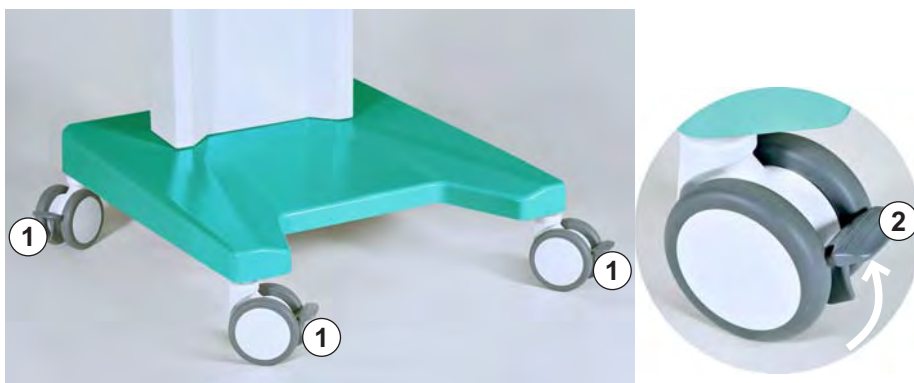

Рис. 3-2 Тормоза на колесах
1. Перед перемещением аппарата необходимо отпустить тормоза всех колес (Рис. 3-2 , ①).